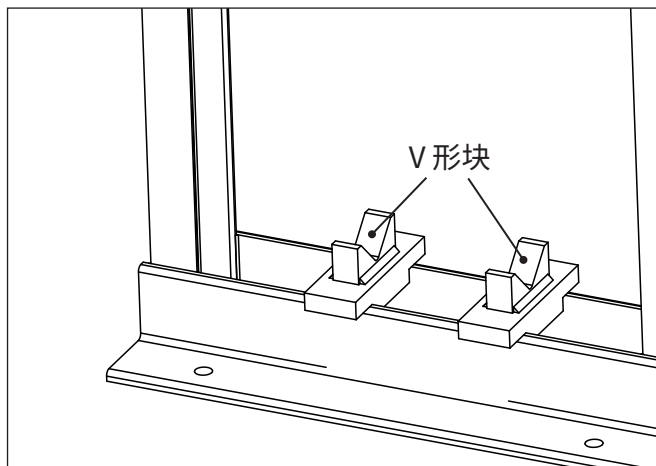

图 10: Enerpac V 形块 (可选配件)
Enerpac 提供有可选配的原厂 V 形块 (型号 VB-10)。可用于协助对管材和棒材进行定位放置。参见图 10。
■ 可选配件 (请见 图 10)。每个套件中包含有两个 V 形块。根据需要订购。